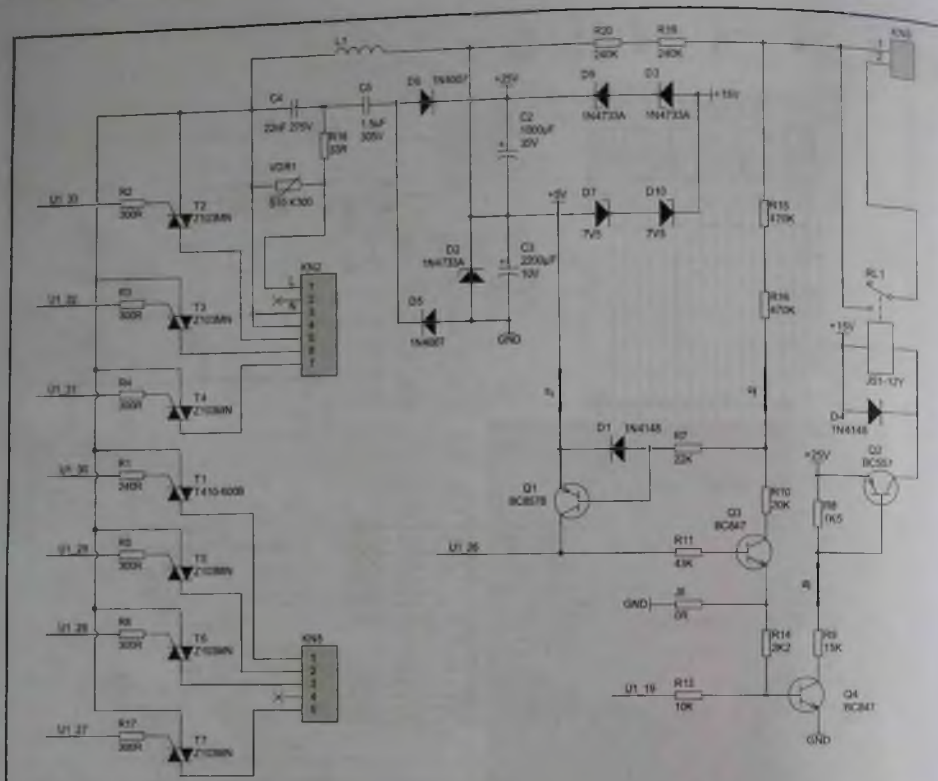

Рис. 4. Принципиальная электрическая схема ЭМ (2/2)
- Реле RL1 используется для ТЭН НФТ (см. рис. 3), подключенного к контакту 1 соединителя KN6. Само реле управляется по цепи: выв. 19 U1 (рис. 4) — ключи Q4 и Q2 — обмот-